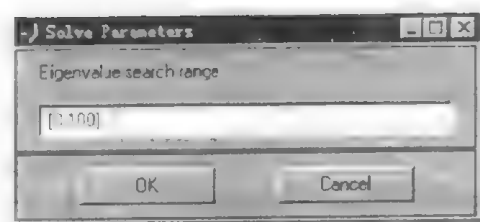

图 2-17
(4) 对于特征值偏微分方程, 解参数仅仅是特征值的求解域, 如图 2-17, 它是一个二元矢量, 在实轴上定义一个区间作为特征值求解域, 左端点可以取  $-\text{inf}$  ( $\text{inf}$  表示无穷  $\infty$ )。比如, 特征值的求解域可设置为 “[0 100]” 或 “[ $-\text{inf}$  50]” 等。